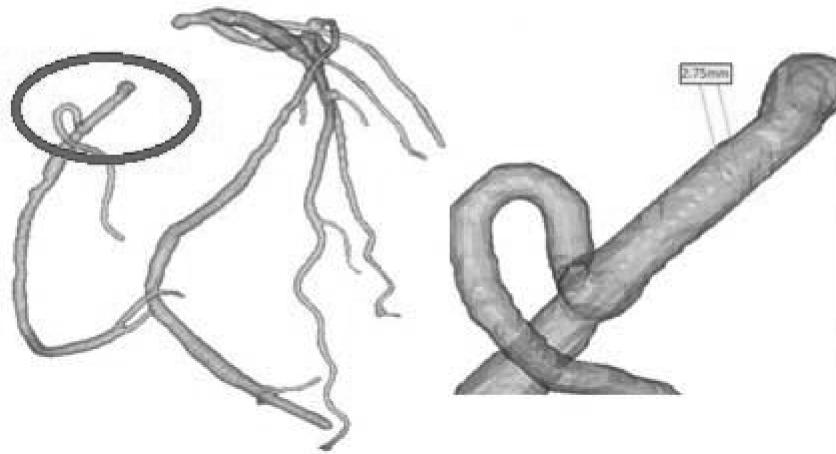

图 8-8 心血管的测量与分析
3) 测量列表：有多种方式可供选择以测量角度或距离。对于距离的测量，不论是在两点之间还是一点与一个面之间均可测量；对于角度的测量，可以用三点法及两线法（每条线由两个点决定）。注意：测量只能在模板中已定义的点及面中进行。心血管的测量与分析，如图 8-8 所示。